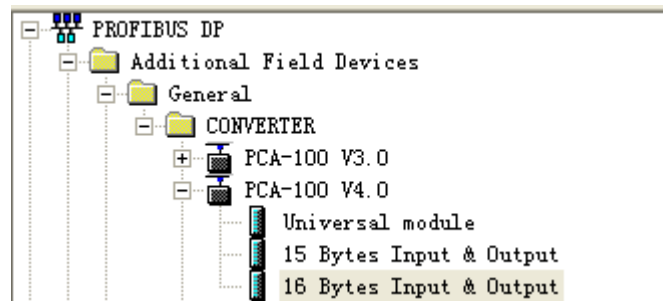

图 6
6. 您可以在这里找到您注册的设备，右侧窗口/PROFIBUS DP/Additional Field Devices/Converter/PCA100/，如图 6 所示：